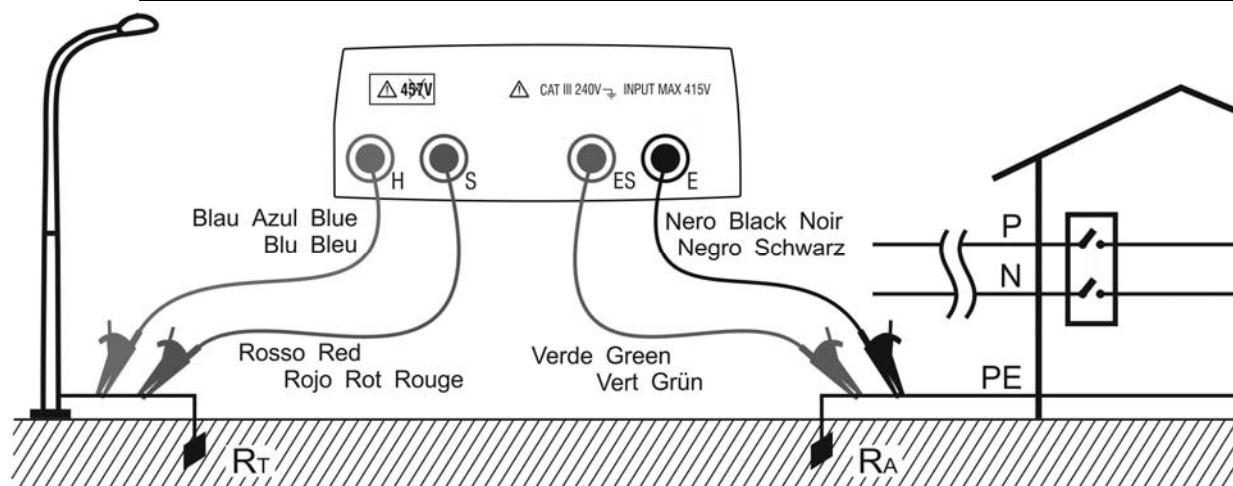

Fig. 4: Misurazione della resistenza di terra a due fili utilizzando un dispersore ausiliario
Nella Fig. 4) si è utilizzato come *dispersore ausiliario* l'illuminazione pubblica, ma ciò non toglie che possa essere utilizzato qualunque corpo metallico infisso nel terreno che rispetti le condizioni di cui sopra.
Lo strumento visualizzerà come risultato il valore dato dalla somma $R_A + R_T$ (vedere Fig. 4 e Fig. 5). Pertanto la misura ottenuta sarà tanto più vicina al valore R_A (valore atteso) quanto più il valore del dispersore ausiliario R_T risulti trascurabile rispetto ad R_A stessa. Inoltre la misura sarà aumentata "a favore della sicurezza" del termine R_T , ossia qualora il valore $R_A + R_T$ risulti coordinato con le protezioni, a maggiore ragione lo sarà il solo termine R_A
6. Collegare i coccodrilli al dispersore ausiliario ed all'impianto in esame (vedere Fig. 4 e Fig. 5)